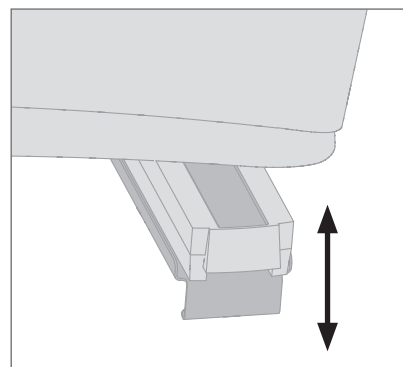

Abbildung 11. Herunterklappen des Akkufaches
1. Ziehen Sie den Batteriefachgriff nach unten, um Zugriff auf den Akku zu erhalten (siehe Abbildung 11).
1. Vergewissern Sie sich, dass das Akkufach in der heruntergeklappten Stellung ist (siehe Abbildung 11).